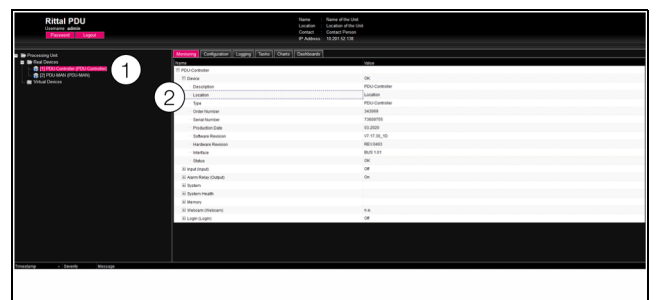

Imagen 45: Selección de un solo parámetro
- Abra sucesivamente las entradas «PDU-Controller» y «Device» clicando sobre el símbolo «+» junto a la entrada (imagen 45, pos. 1).
- Coloque el puntero del ratón al final de la primera columna en la línea «Location» (imagen 45, pos. 2). Aparecerá un símbolo «Edit» y el puntero del ratón se convertirá en un símbolo «Hand».